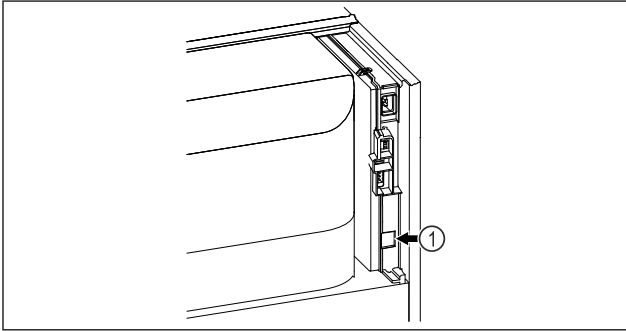

Fig. 127
- Je používán SmartModule Fig. 127 (1).